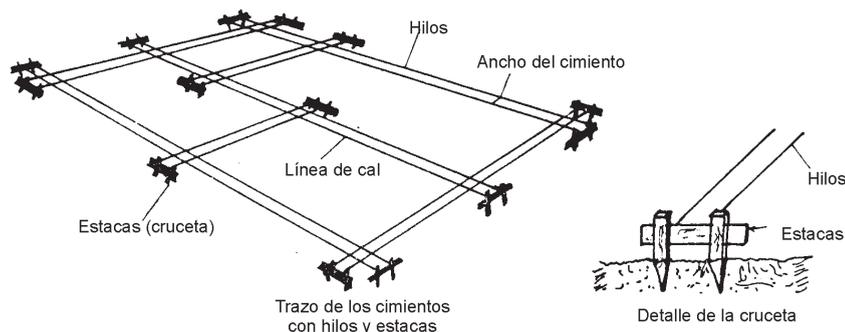

Figura 1
- Coloca las estacas (cruceas) e hilos, para marcar con cal el ancho de los cimientos (figura 1).